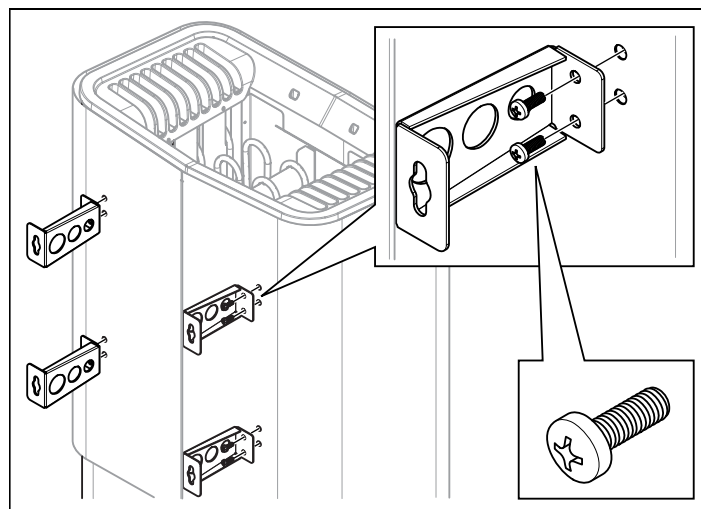

Fig 11: Montera konsolerna på aggregatet
6. Lossa de två första skruvarna på aggregatets baksida och skruva fast en av de fyra konsolerna. Upprepa proceduren tills alla konsolerna sitter på plats se Fig 11.